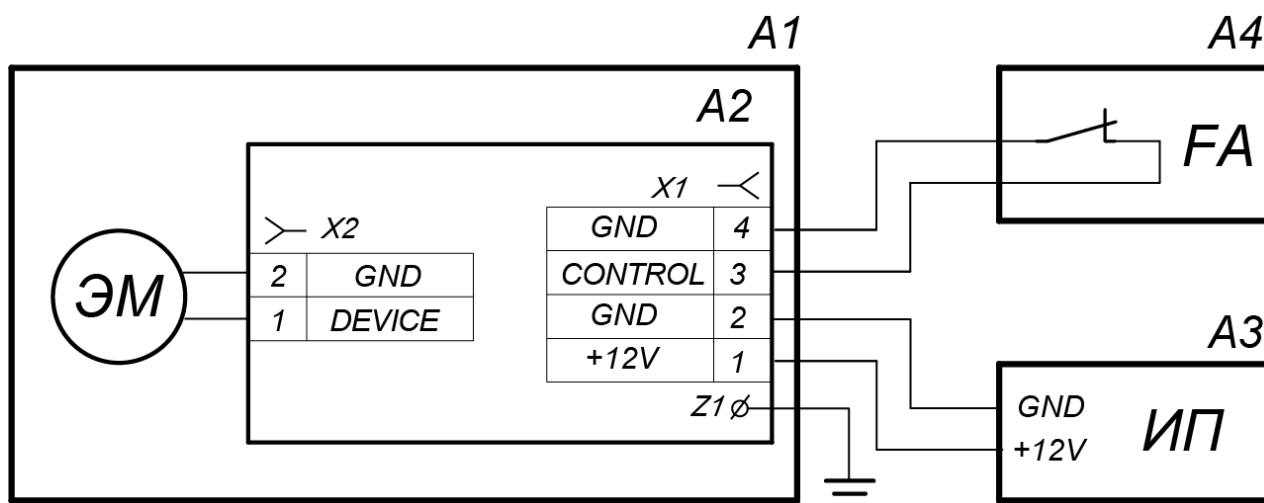

Рисунок 18. Схема электрических соединений при подключении стойки с электромагнитным УБ
7. Подключите провода цепей питания и управления к плате согласно схеме электрических соединений, приведенной на рис. 18.